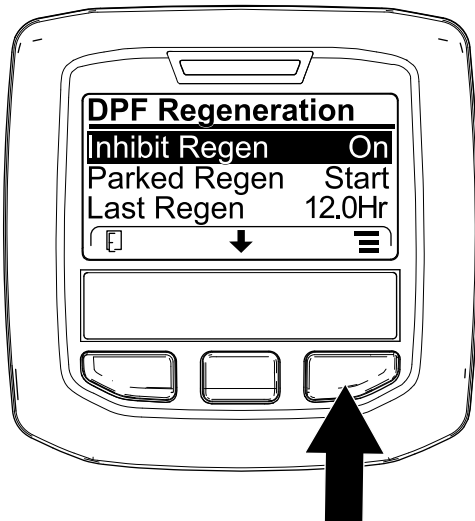
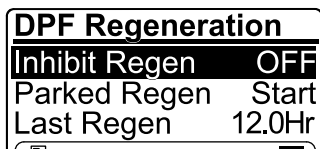

Figura 76
Figura 77
1. Accesai meniul DPF Regeneration (Regenerare DPF), apăsați butonul central pentru a derula în jos la opțiunea INHIBIT REGEN (Inhibare regenerare) i apăsați butonul din dreapta pentru a selecta accesarea Inhibit Regen (Inhibare regenerare) (Figura 76).
2. Apăsați butonul din dreapta pentru a schimba setarea de inhibare a regenerării de la Pornire la Oprire (Figura 76) sau de la Oprire la Pornire (Figura 77).